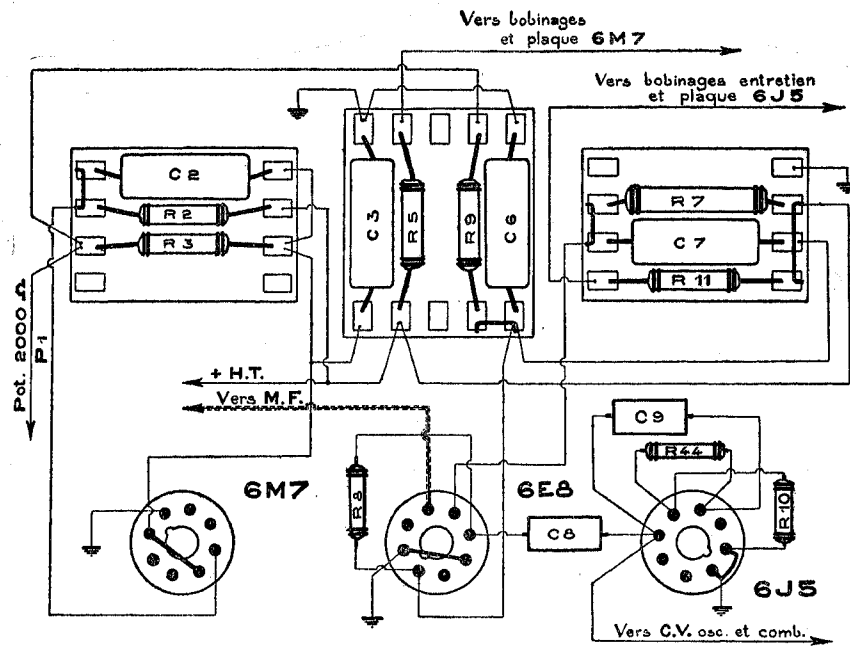

FIG. 6 - Cablage du Bloc d'accord
- Fig. 6 - Cablage du Bloc d'accord.